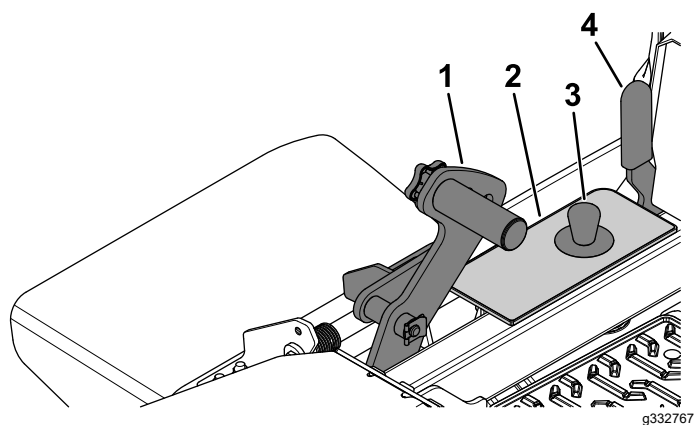

Figure 30
1. Poussez la pédale de levage du plateau complètement en avant pour bloquer le plateau en position de TRANSPORT (qui est aussi la position de hauteur de coupe de 140 mm), comme montré à la Figure 30.
2. Pour changer de hauteur de coupe, retirez l'axe du support de hauteur de coupe (Figure 30).
3. Placez l'axe de chape dans le trou du support correspondant à la hauteur de coupe voulue (Figure 30).